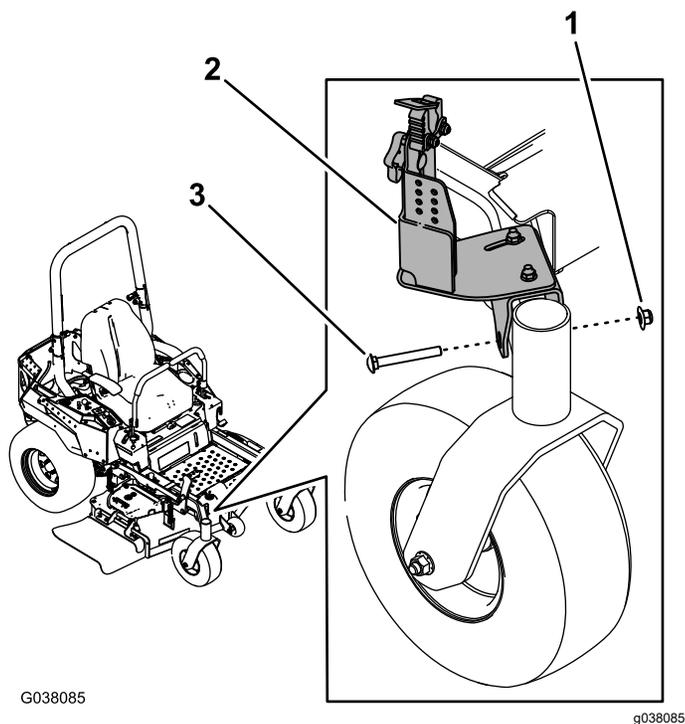

Рисунок 8
- Установите передний монтажный узел на раму рядом с правым поворотным колесом с помощью гайки с широким фланцем ($\frac{3}{8}$ дюйма) и каретного болта ($\frac{3}{8}$ x 3 дюйма), как показано на Рисунок 8.